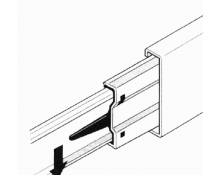
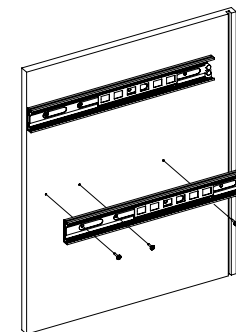

Рис.3
Рис.4
2. Отсоедините от основания телескопических направляющих внутренние планки, отогнув пластиковый рычажок фиксатора (Рис.3). Основания телескопических направляющих закрепите на деталях 7 и 8 винтами М5х8 (Рис.4).